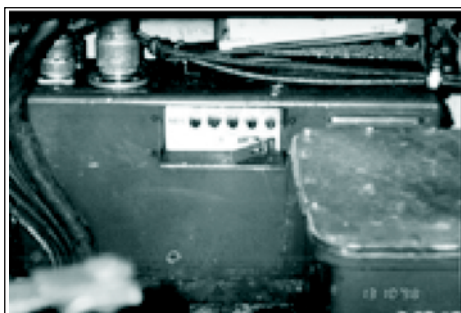

Fig 4-11. Regulador IV
**g. Regulador IV** (Fig 4-11) - Localizado no piso da torre, abaixo do local onde fica o pé direito do Cmt CC, fornece a corrente necessária à alimentação do projetor.